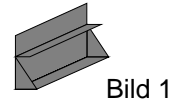

Bild 1
- optional: Einstiege zusammenbauen (siehe Bild 1)